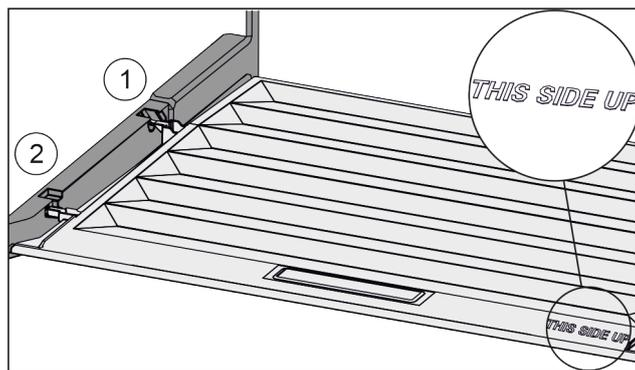

Fig. 29
- Introduire les rainures du couvercle par l'orifice du support arrière Fig. 29 (1) et les enclencher à l'avant dans le support Fig. 29 (2).